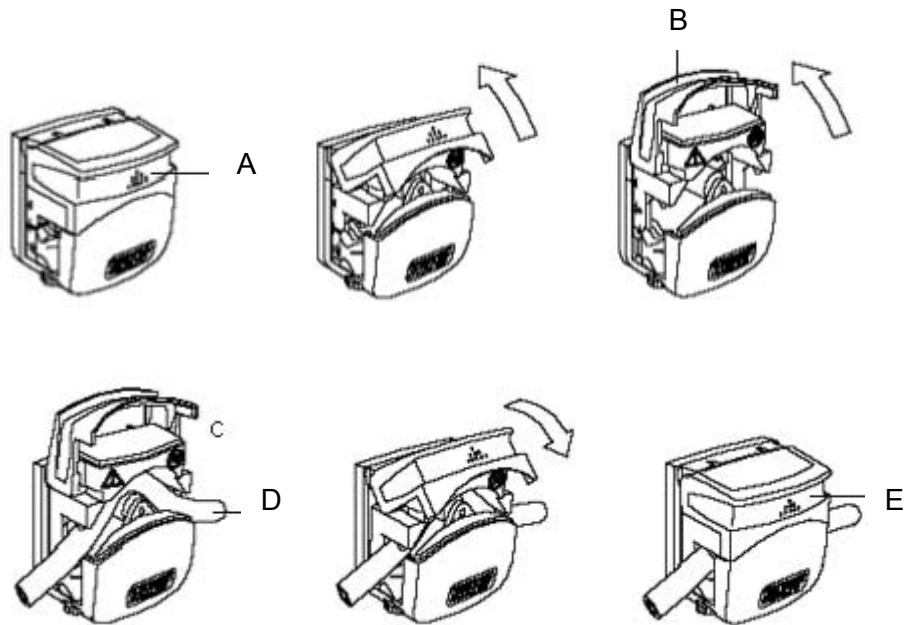

Fig. 4
De voetschakelaar van de Piezosurgery mag niet worden geactiveerd terwijl de klep van de peristaltische pomp open staat (Fig. 4 - B). Bewegende delen kunnen de gebruiker verwonden.
De voetschakelaar van de Piezosurgery mag niet worden geactiveerd terwijl de klep van de peristaltische pomp open staat (Fig. 4 - B). Bewegende delen kunnen letsel veroorzaken bij de gebruiker.
- open de klep (Ffig. 4 – A) zo ver mogelijk (Fig. 4 – B).
- sluit de klep volledig (Fig. 4 – E).